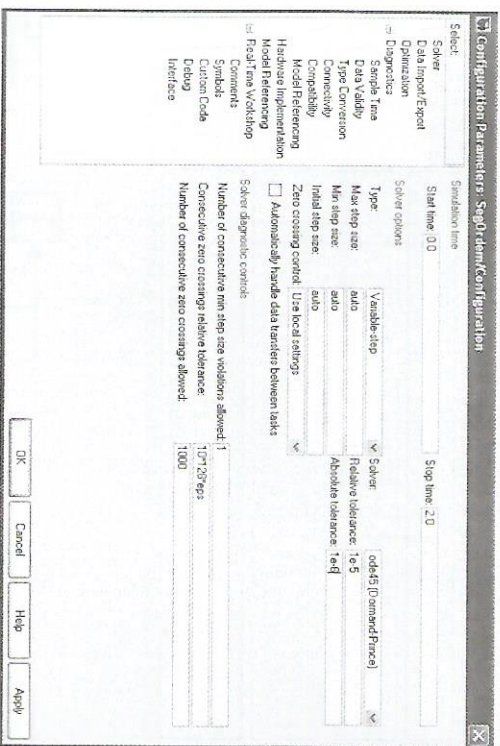

Figura C.9 Janela para entrada dos parâmetros da simulação.
- (1) Na barra principal da janela da área de trabalho do *SegOrderm*, clique sobre o ícone *Simulation*. Aparecerá um menu. Clique em *Configuration Parameters* e aparecerá uma janela conforme Figura C.9.
- (2) Entre o valor *zero* no *Start time* e o valor *2.0* no *Stop time*. No *Solver options*, entre *Variable-step* no *Type* e *ode45* no outro. Entre o valor *1e-5* no *Relative tolerance* e *1e-6* no *Absolute tolerance*.